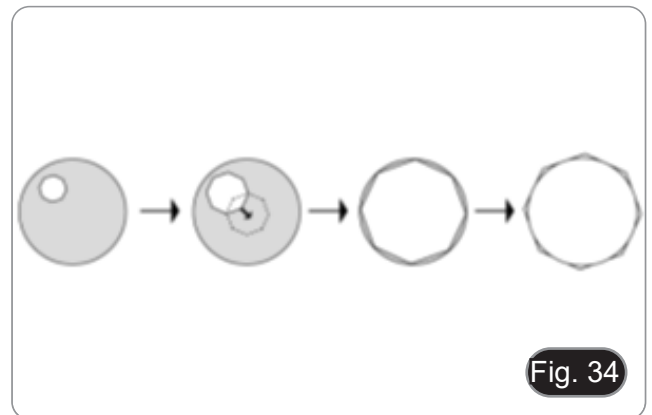

Fig. 34
3. Ruotare la ghiera del diaframma di campo ② in senso orario per chiudere completamente il diaframma.
4. Ruotare la manopola di regolazione dell'altezza del condensatore ③ per mettere a fuoco il bordo del diaframma.
5. Ruotare le due viti di centraggio ④ per portare l'immagine del diaframma nel centro del campo visivo.
6. Aprire gradualmente il diaframma. Il condensatore è centrato quando l'immagine del diaframma è simmetrica al campo visivo. (Fig. 34)